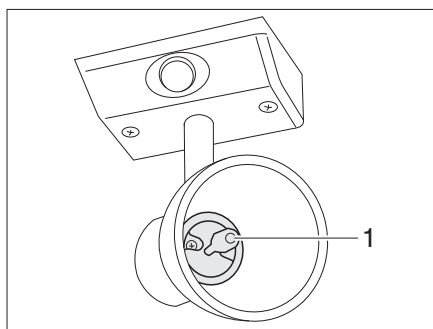

Fig. 251 Foco halógeno (con pantalla de vidrio)
- Sacar la bombilla halógena (Fig. 251,1) del portalámparas tirando hacia adelante.